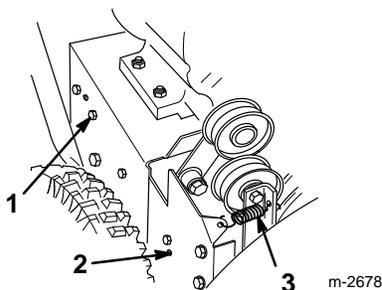

Abbildung 27
3. Den Spindelbremsarm lösen, indem die hintere Schraube gelöst und die vordere Schraube entfernt wird (Abb. 27).
4. Die Führungsrollenfeder (Abb. 27) entfernen und den Bremsarm frei hängen lassen, aber darauf achten, daß er nicht im Weg ist.
3. Den Spindelbremsarm lösen, indem die hintere Schraube gelöst und die vordere Schraube, mit der der Spindelbremsarm am Rahmen befestigt ist, entfernt wird (Abb. 27).